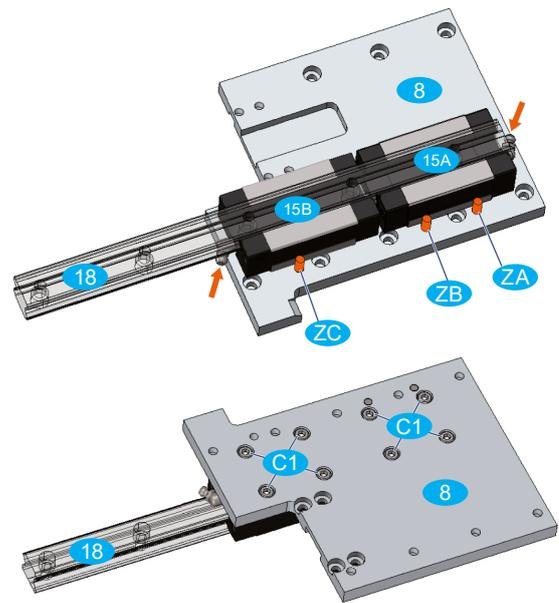

Bild 35: Montage Laufwagen Z-Achse. Rote Pfeile zeigen die Lage der Schmiernippel.
- Schmiernippel am Laufwagen zeigt wie in Bild 35 für 15A dargestellt nach unten und rechts
- Schmiernippel am Laufwagen 15A zeigt wie in Bild 35 dargestellt nach unten und rechts